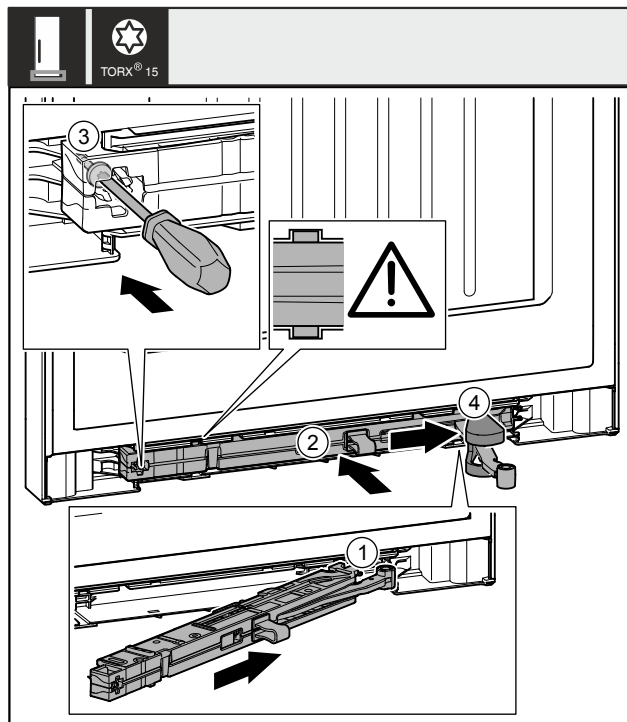

Fig. 49
- Enoto blažilnikov za zapiranje vrat Fig. 49 (1) na strani ležajnega podstavka potisnite v odprtino do konca.
- Potisnite enoto blažilnikov za zapiranje vrat Fig. 49 (2) do konca v odprtino.
- Zategnite vijak Fig. 49 (3) z izvijačem.
- Potisnite pokrov Fig. 49 (4) prek zgibnega dela.